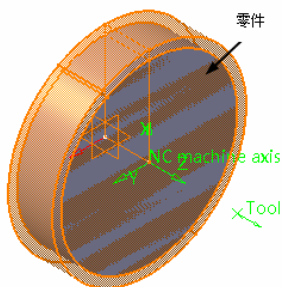

图 7-9 定义目标加工零件 (1)
4) 定义目标加工零件 (1)。单击 Design part for simulation 按钮, 系统自动隐藏“Part Operation”对话框, 在图形区选择如图 7-9 所示的实体作为目标加工零件, 然后双击空白处返回“Part Operation”对话框。